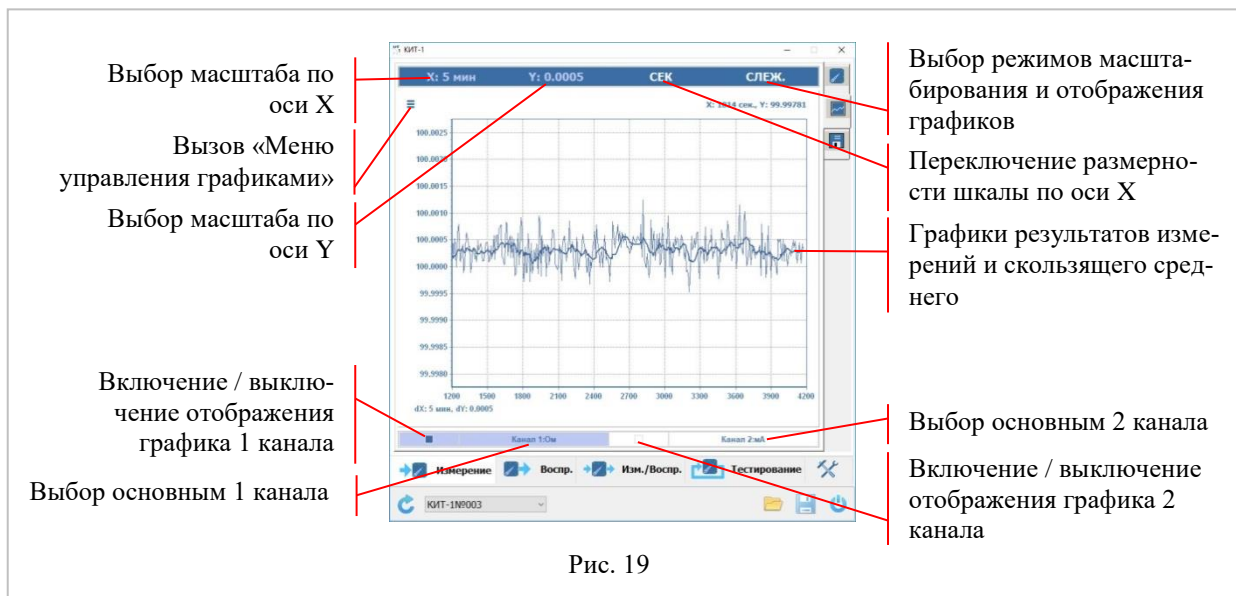

Рис. 19
4.2.4 На рис. 19 представлено окно программы при графическом отображении результатов измерений.